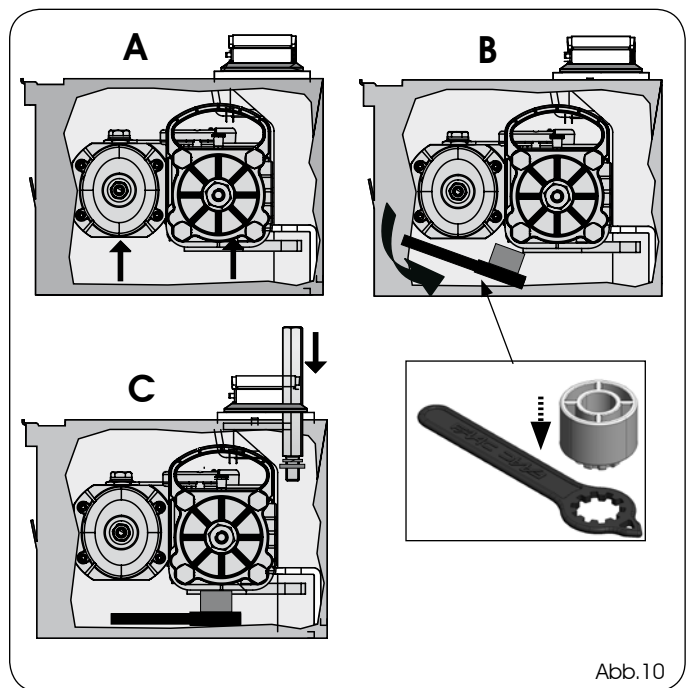
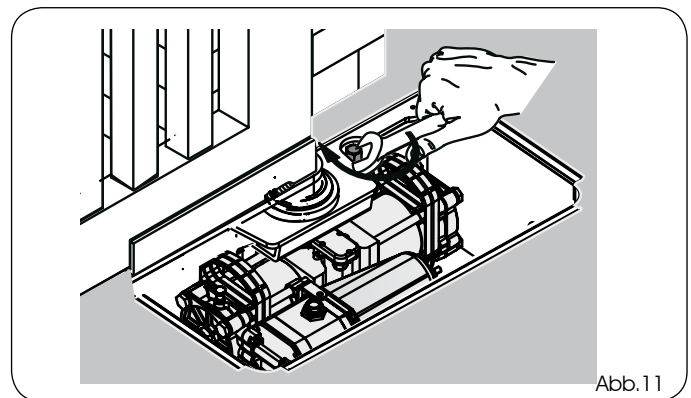

Abb.10
Abb.11
10) Den Antrieb mit den entsprechenden Griffen (Abb. 10, Bez. A) anheben, sodass das Ritzel in die Nutbuchse im Tragegehäuse eingreift. Um den Vorgang zu erleichtern, den Antrieb leicht drehen, bis die Kupplung entsteht.
11) Den mitgelieferten Schlüssel unter den Antrieb stellen (Abbildung 10, Bez. B, C)
12) Die Befestigungsschrauben mit Feder und Scheibe einsetzen und eindrehen (siehe Abb. 10, Bez. C), sodass der Antrieb am Tragegehäuse befestigt wird (siehe Abb. 11).